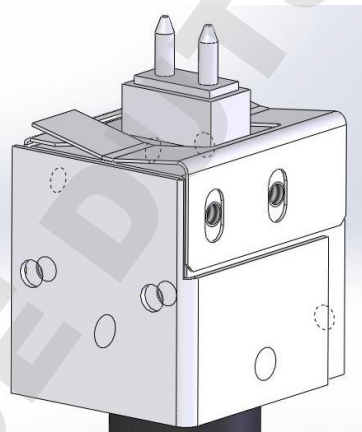

fig 56
- c. Placer la nouvelle source lumineuse en suivant les étapes dans le sens inverse. Veiller à la mettre dans le bon sens. Lorsqu'elle est bien à plat et stable, remettre la plaque de fixation (Fig56).